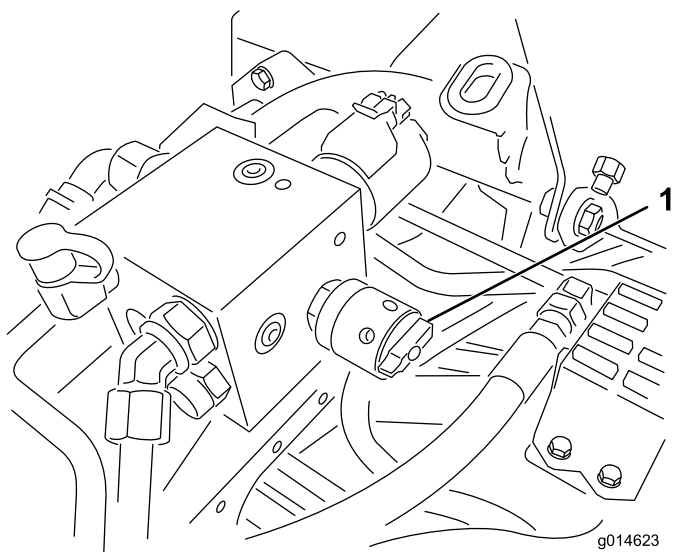

Figura 48
4. Para establecer la velocidad de los molinetes, gire el pomo (Figura 48) hasta que las flechas apunten al número que indique el ajuste deseado.